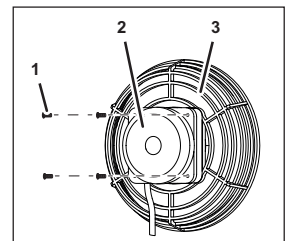

Fig. 54
3. Remove the fastening bolts (Fig. 54/1) of the fan motor (Fig. 54/2).
4. Remove the fan motor (Fig. 54/2) from the fan blade (Fig. 54/3).
5. Position the new fan motor (Fig. 54/2) on the fan blade (Fig. 54/3).
6. Attach the fan motor (Fig. 54/2) on the fan blade (Fig. 54/3) using the fastening bolts (Fig. 54/1).